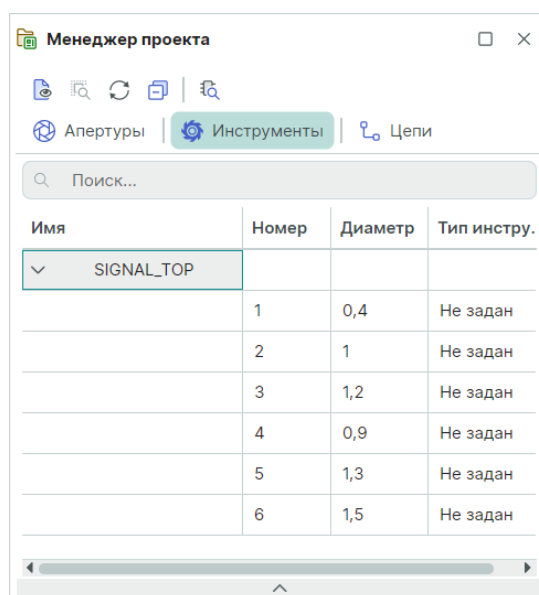

Рис. 17 Вкладка «Инструменты»
2. Вкладка «Инструменты» отображает инструменты мех. обработки, созданные в проекте производства, см. Рис. 17.